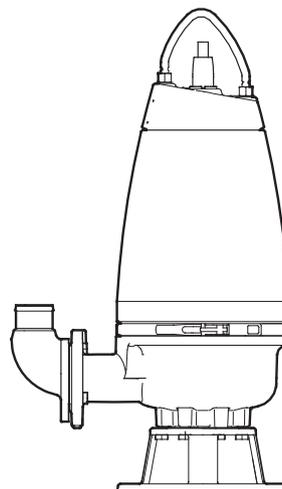

Рис. 5 Свободно стоящий на кольцевом основании погружной насос
- Трубопровод должен быть на опорах, чтобы на него не передавалось напряжение или иные механические воздействия. Рекомендуется использовать вибровставки и хомуты для подвешивания труб. См. рис. 5.
- Если при установке в горизонтальном положении насос соединяется со всасывающим трубопроводом с помощью переходника, то последний должен быть эксцентриковым. Во избежание воздушных пробок в линии всасывания его устанавливают конусной частью вниз и меньшим диаметром в сторону насоса. Воздух во всасывающем трубопроводе может вызвать кавитацию. См. рис. 5.